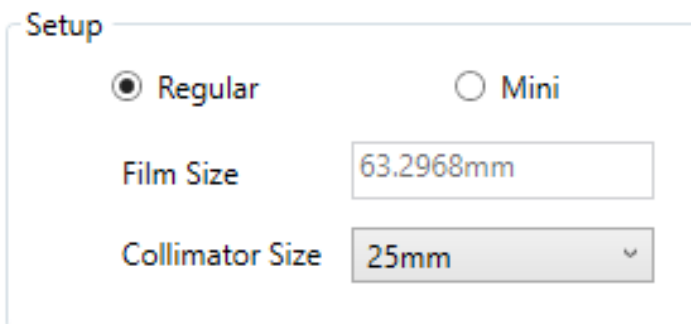

Abbildung 7-7 Einstellung der Größe des Kugelwürfels.
4. Wählen Sie die Größe des Kugelwürfels (siehe Abbildung 7-7).